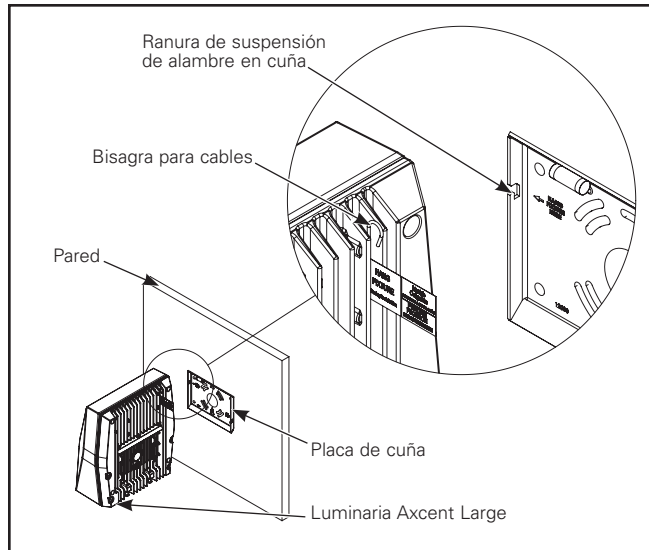

Figura 4.
3. Cuelgue la luminaria de la placa de cuña usando el gancho de alambre ubicado en la parte posterior del dispositivo (Figura 4). El gancho de alambre se puede ubicar buscando la etiqueta de bandera roja.